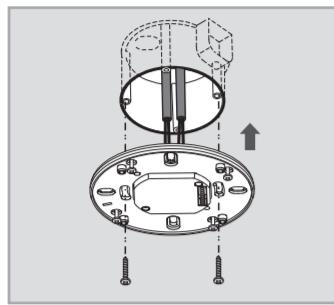
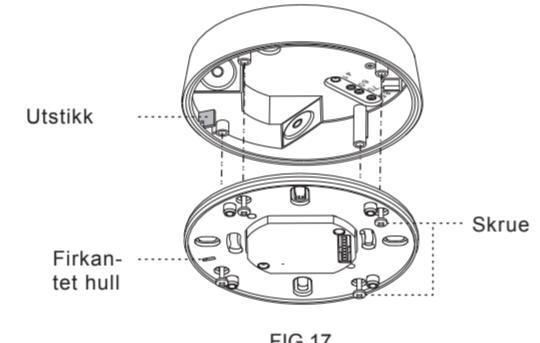

FIG.9
FIG.17
4.4.1.3 Fest strømboksen til europeisk standard koblingsboks med 2 stk skruer (se FIG.9).
4.4.3.5 Se koblingsskjemaer for korrekt kabeltilkobling (Se FIG.5 - FIG.6). Det er et firkantet hull i festeplaten når du legger festeplaten inn i koblingsboksen. Vennligst tilpass fillister til koblingsboksens utstikk (se FIG.17), og deretter fiks detektorhodet på strømboksen ved å følge FIG.9 og monter dem med de vedlagte 4stk skruer.